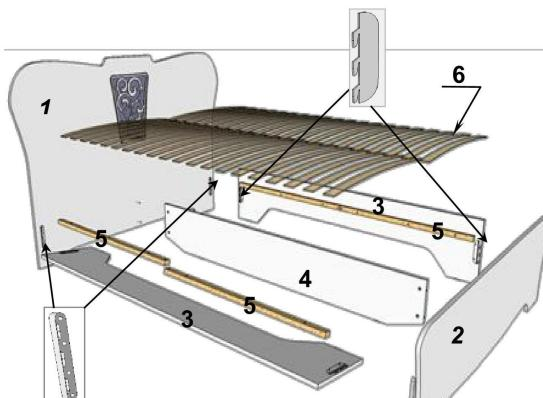
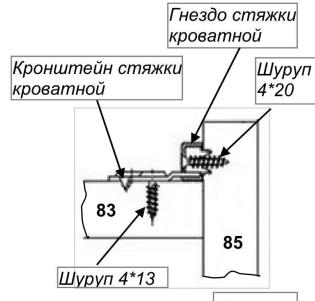

Рис.1
Рис.2
- Шипы кронштейна стяжки кроватной вставьте в отверстия на внутренней стороне спинки ножной (поз.2), спинки головной (поз.1) как показано на рис. 1. и закрепите их на шурупы 4*13 (смогите рис. 2).
- На царги (поз.3) установите гнезда стяжки кроватной на шурупы 4*20 (смогите схему сборки и рис.2) по имеющимся наколкам.